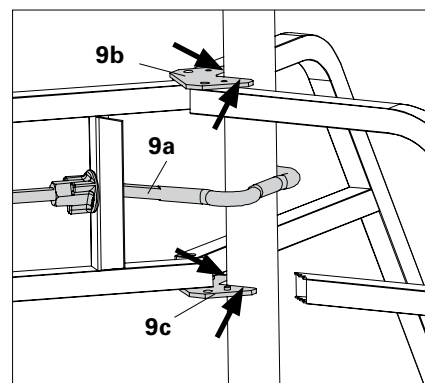

Fig. A1.04a
3. Accertarsi che il puntello sia a contatto con la piastra d'attacco superiore e inferiore (9b e 9c). (Fig. A1.04a)